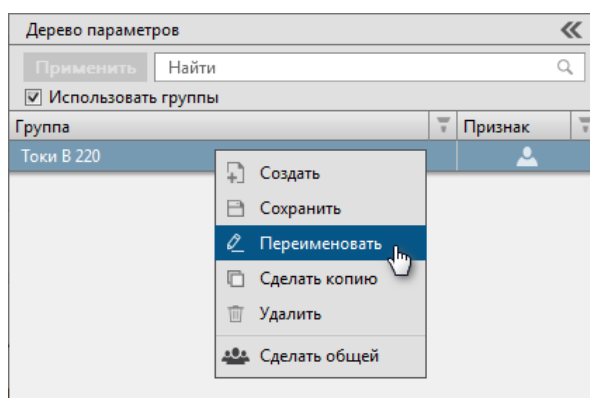

Рисунок 28 - Переименовать
1. Нажмите *ПКМ* по выбранной группе сигналов и выберите команду **Переименовать** (Рисунок 28).